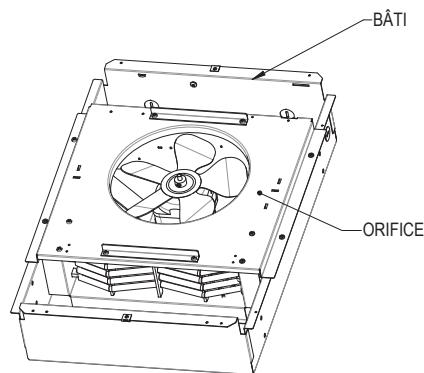
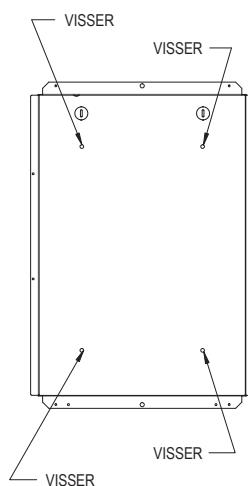
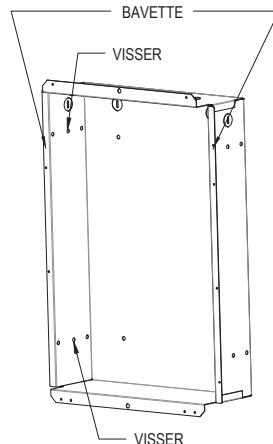

FIG. 5
FIG. 6
FIG. 7
- Enlevez l'orifice du bâti (voir la figure 5) en dévissant les quatre (4) vis.
- Percez l'entrée défonçable (KO) qui sera utilisée, puis insérez-y le fil d'alimentation muni d'un connecteur.
- Appuyez le bâti contre le mur, mettez-le à niveau, puis vissez les quatre (4) vis à bois (non fournies) dans les trous prévus à cet effet (voir la figure 6).
- Remettez l'orifice en place, faites les raccordements électriques requis, insérez le manchon dans la grille, puis revissez les quatre (4) vis retirées précédemment (voir la figure 5).
- Insérez le bâti dans l'ouverture, en appuyant la bavette contre le mur. Vissez deux (2) vis à bois (non fournies) dans le montant de gauche et deux (2) autres vis à bois (non fournies) dans le montant de droite, dans les trous prévus à cet effet (voir la figure 7).